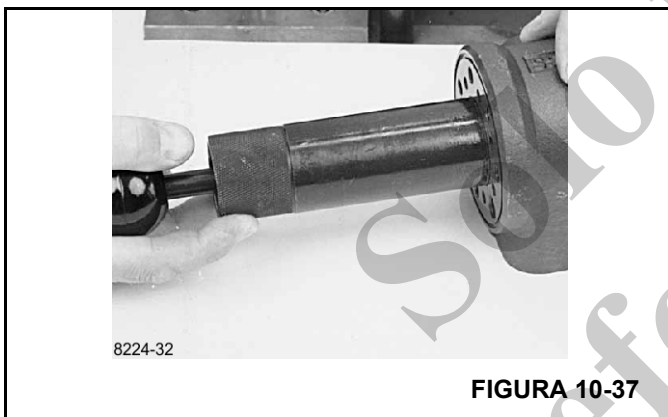

FIGURA 10-37
11. Retire las partes interior y exterior de la herramienta de armado de la cavidad de la unidad de dirección, dejando la guía de la parte interior en la cavidad (Figura 10-37).